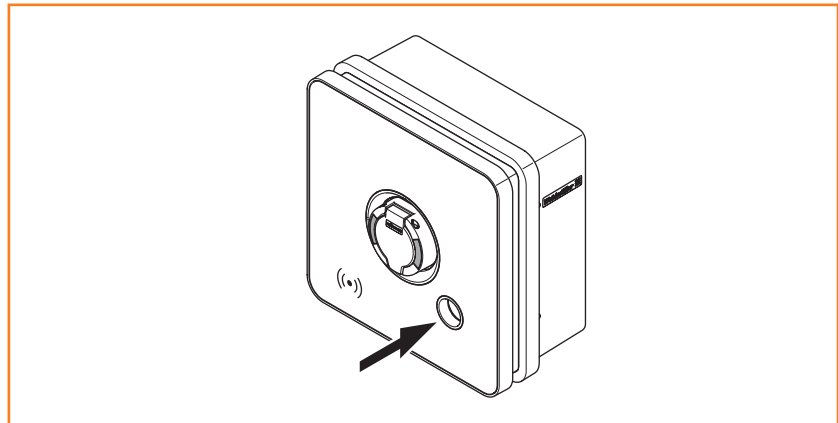

Bild 9 Anzeige des Energieverbrauchs
- ▶ Lesen Sie den Zählerstand vor und nach dem Ladevorgang am integrierten Energiezähler ab (siehe Bild 9).